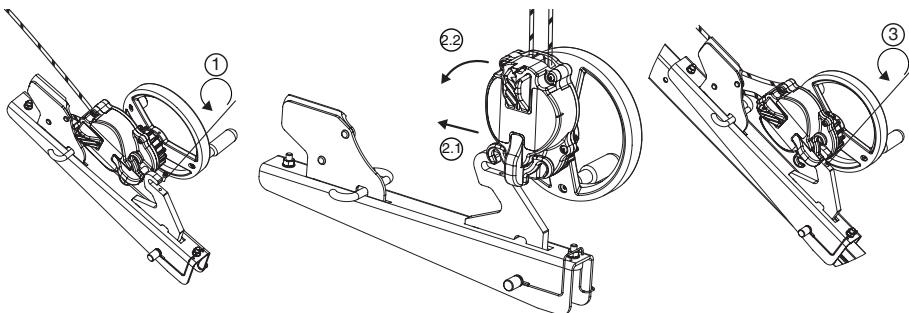

Рис. 8
#### 6.3.4. Устройство derope™ UP R (рис. 8, 9 и 10)
Устройство derope™ UP R устанавливается на опоре треноги traccode марки Tractel®, как показано на рис. 8. Крепление устройства иным способом и в иной части треноги traccode марки Tractel® запрещено.
1. Отвинтите запорный винт на крюке, с помощью которого кронштейн крепится к устройству derope™ UP R (рис. 8, 1).
2. Установите устройство derope™ UP R, нацепив его на крепежный крюк (рис. 8, 2.1–2.2).
3. Вновь затяните запорный винт, чтобы предотвратить отсоединение устройства от кронштейна (рис. 8, 3), и убедитесь в том, что винт установлен и затянут надлежащим образом.